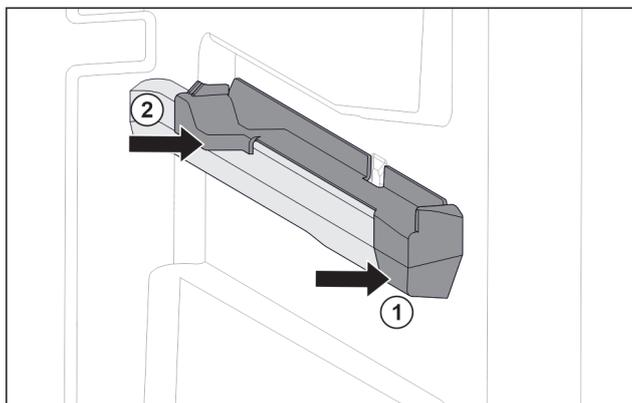

Fig. 76 Наставка върху дясното ребро на съда
- ▶ Поставете наставката отпред към реброто на съда. Fig. 76 (1)
► Притиснете наставката отзад. Fig. 76 (2)